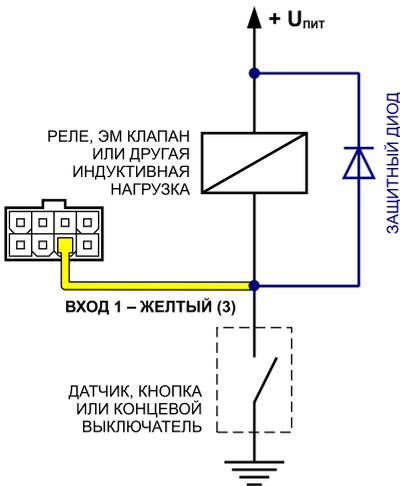

Рисунок 1.
1. **Защитный диод** (рис. 1) – устанавливается параллельно индуктивной нагрузке. При этом прямой ток защитного диода (I диода прямой) должен быть не менее $1.5 \cdot I$ удержания катушки. Если ток удержания катушки неизвестен или есть сомнения, следует использовать схему включения с защитным реле.